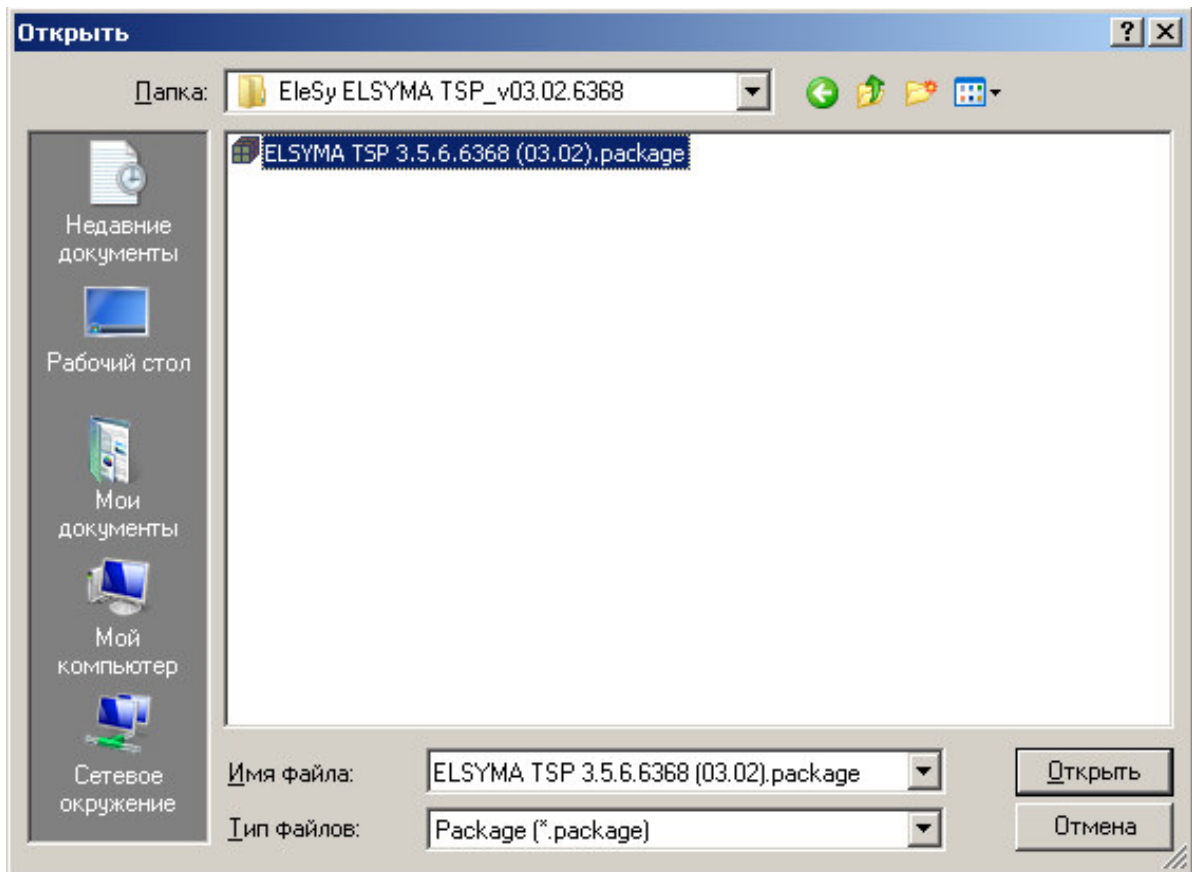

Рисунок 2.3 – Система разработки *CoDeSys*. Окно выбора файла
2.3 Нажать кнопку "Установить ..." и в окне выбора файла (рисунок 2.3) выбрать файл *ELSYMA TSP (<version>.package*.